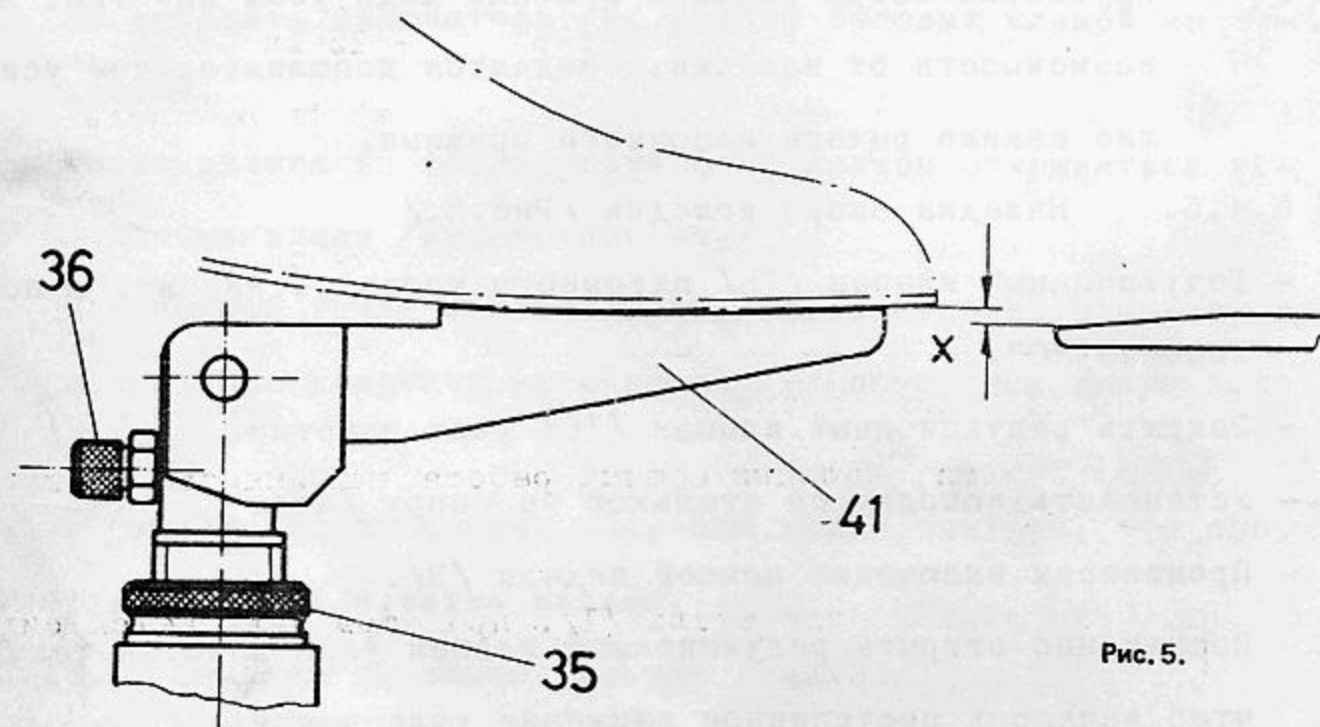

Рис. 5.
6.4.5. Наладка опоры колодки /Рис.5./